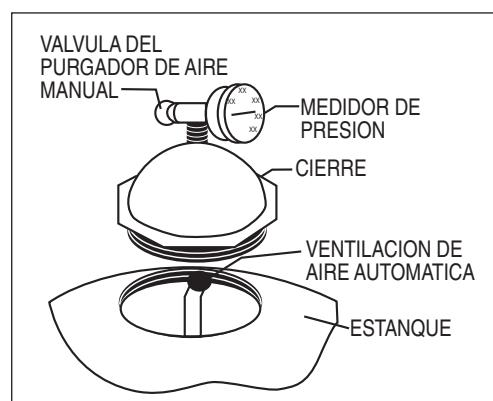

Figura 1.
- Pivotee el difusor fuera del centro del estanque en los TR40, 50, 60, TR60 ClearPro, 100 y 140 rotando el conjunto del difusor en el sentido contrario en que giran las manillas del reloj. (**AVISO:** El conjunto del multidifusor no se debe mover en los modelos TR100HD, TR100C, TR100C-3 y TR140C, TR140C-3. Después de instalar el material del filtro tal como se ha descrito a continuación revise para verificar que las partes superiores de los difusores estén paralelas con la parte superior de la capa de arena.) Llene el estanque con agua hasta alrededor de la mitad. Vacíe gravilla primero (si se va a usar) y luego arena en la parte superior del filtro lentamente de modo que el impacto del material del filtro no dañe los laterales. Vea la información en la Tabla 2 en este manual para verificar la cantidad de arena y grava adecuada. Llene el filtro al nivel adecuado para mantener el espacio libre (vea la Tabla 2). Pivotee el conjunto del difusor de nuevo a su posición vertical si es que se movió. Asegúrese que la ventilación de aire automática está sobresaliéndose en la parte superior del cierre tal como se indica a continuación en la Figura 1. Asegúrese que la ventilación de aire automática está en el centro del cierre del filtro. Lave toda la arena alrededor de la abertura rosada en la parte superior del estanque.